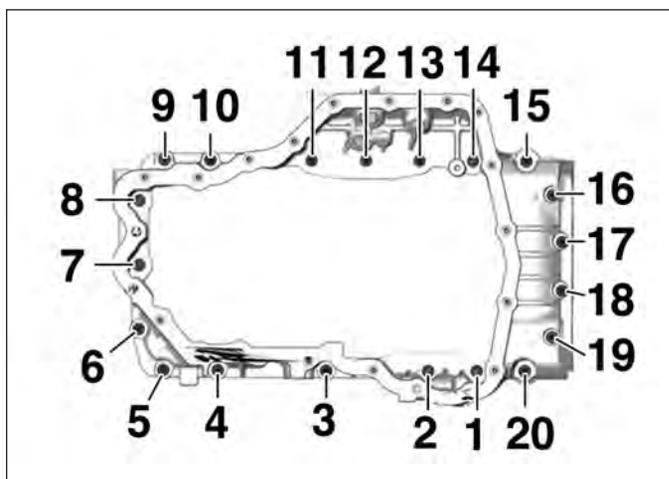

FIG.21
- 4 vis (17) de longueur 45 mm
- 11 vis (18) de longueur 21 mm
- 5 vis (19) de longueur 25 mm
- Approcher les vis (17) puis (18) et (19) du carter supérieur.
- Serrer les vis du carter supérieur dans l'ordre indiqué (Fig.21).